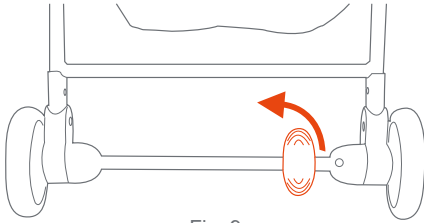

Fig. 9
9) Pour dégager le frein, tourner doucement le levier du frein (Fig. 9).